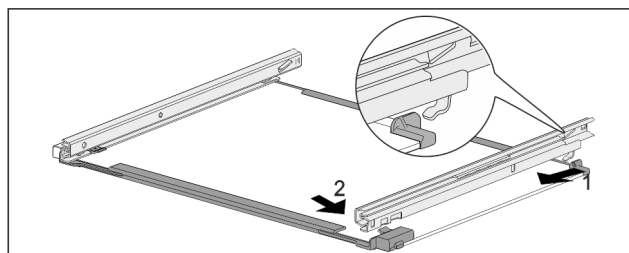

Fig. 143 Siinidega klaasplaat
- Riputage siin taga külge. Fig. 143 (1)
- Riputage siin ees külge. Fig. 143 (2)